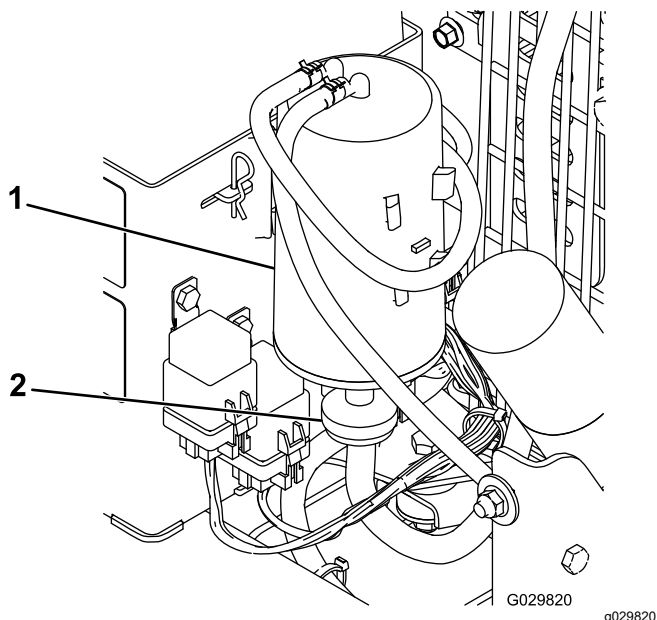

Рисунок 14
2. Снимите и удалите в отходы воздушный фильтр бачка с активированным углем (Рисунок 14).